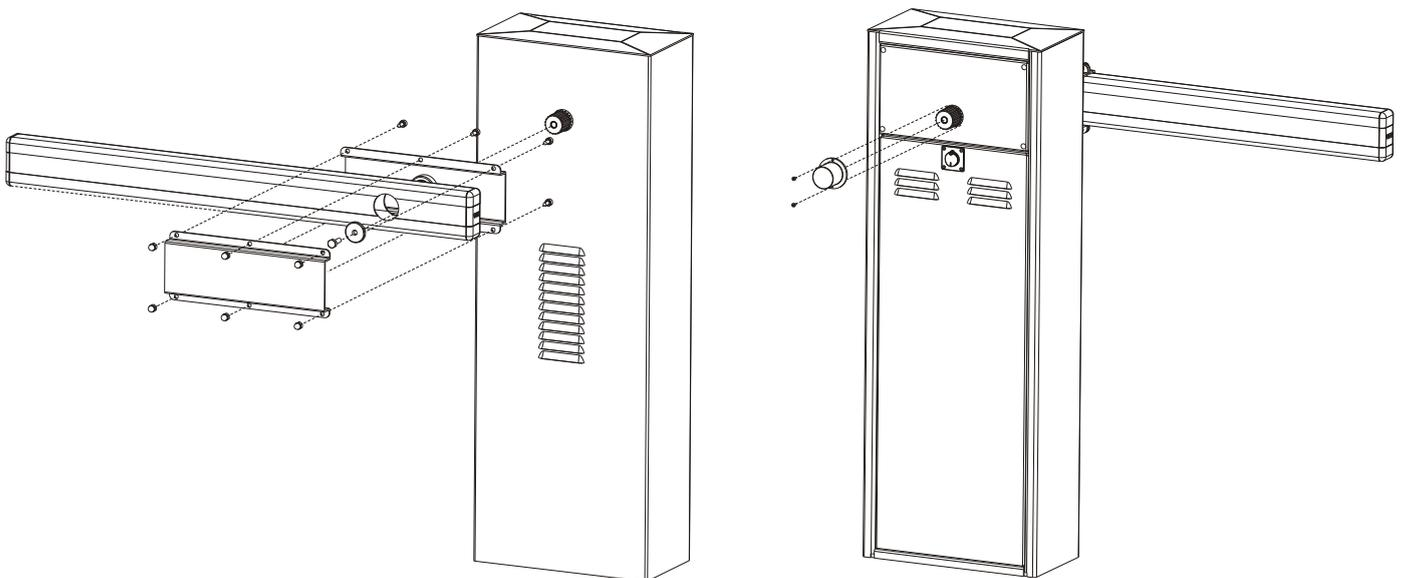

Fig. 10
6) Assemblage de la lisse latérale (Fig. 10)